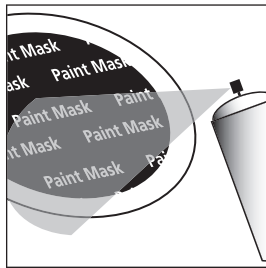

FIGURE 3
2. When painting the frame of the speaker, use the supplied paint mask to carefully mask off the front of the speaker to protect the driver and baffle while painting. You can do this while the speaker is already installed in the wall (if, for instance, you're repainting the room). If you do not have the paint masks, carefully mask the speaker components using paper and masking tape [Figure 3].
2. Lorsque vous peignez le cadre du haut-parleur, utilisez le cache-peinture fourni pour protéger les transducteurs et l'écran acoustique. Vous pouvez peindre un haut-parleur déjà installé dans un mur (p. ex. si vous repeignez la pièce); si vous n'avez plus les cache-peinture originaux, masquez bien les composants du haut-parleur avec du papier et du ruban-cache [Figure 3].